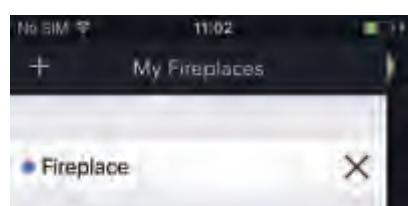

Fig. 6 Foyer Connecté
6. (Fig. 6) La lumière bleue indique que le foyer est correctement connecté et prêt à l'emploi